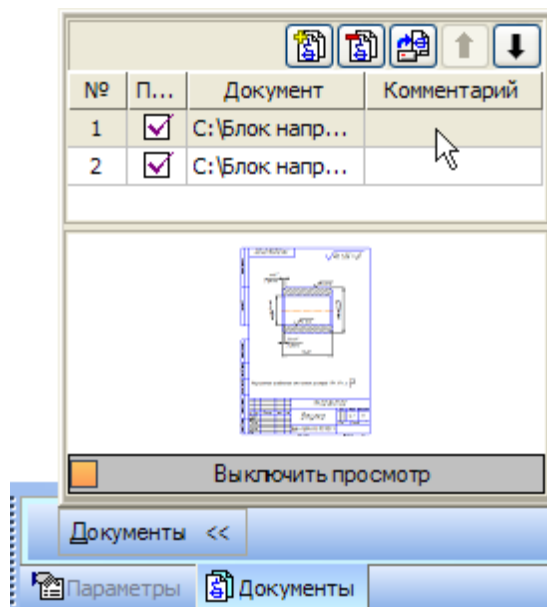

Рисунок 15
- Подключите к объекту Втулка его чертеж, как это было показано выше. Переместите чертеж на первое место в списке (рис. 15).